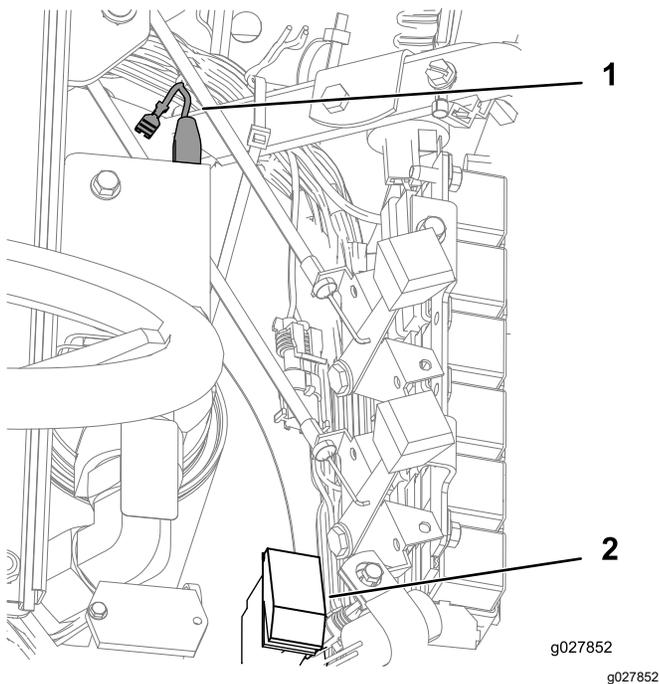

Figure 6
- Acheminez le faisceau du kit d'éclairage sur le système ROPS jusqu'aux bornes (J13 et J14) du kit sur le faisceau de la machine, qui se trouve derrière le siège (Figure 6).